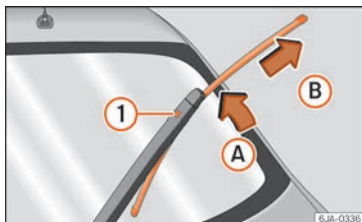

Fig. 71 Escobilla del limpiaventana.
- Retire el brazo del limpiaventana desde el cristal moviendo ligeramente la escobilla en el sentido del brazo – flecha **A** »» fig. 71.